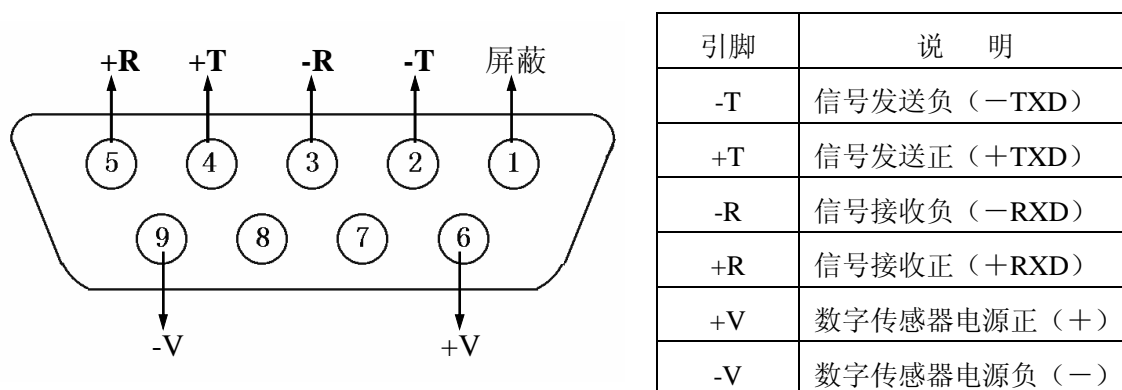

图 2-1-1 数字传感器接口及说明
- 2、DS8 的传感器接口采用 9 芯插头座。图 2-1-1 标注了各引脚的意义。